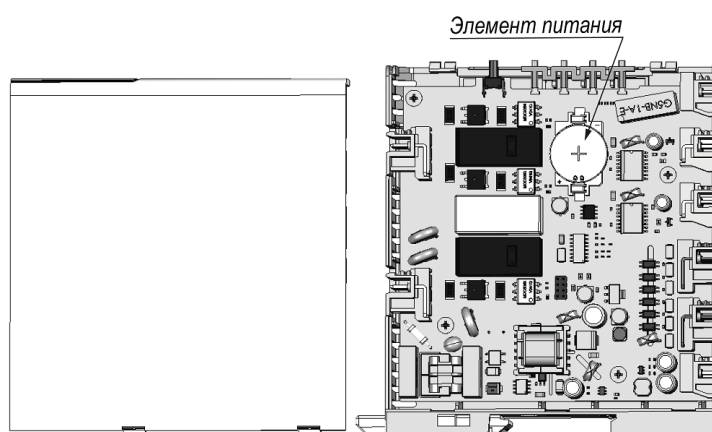

Рисунок 6.5 – Расположение элемента питания на плате прибора
3. Извлечь элемент питания из батарейного держателя (см. рисунок 6.5), затем установить в батарейный держатель новый элемент питания;